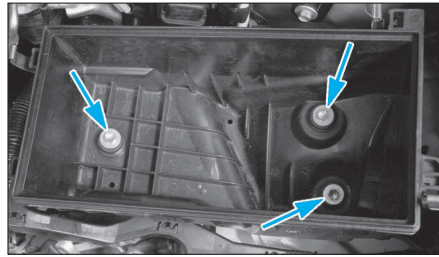

FIG. 13
- le boîtier de filtre à air (3 vis) (fig. 13).